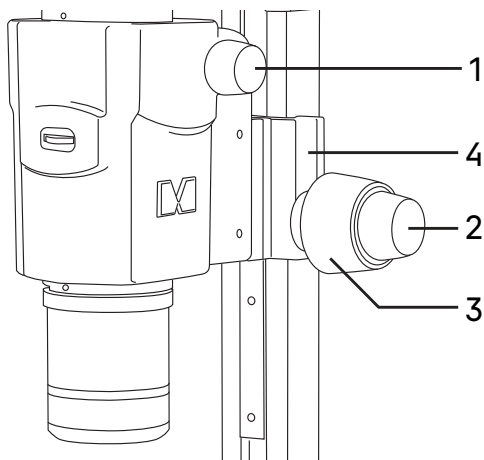

Рис. 8. Фокусировка на объект
- Ослабьте винт крепления (не изображен на рис. 8). Уберите пылезащитную заглушку из вертикального выхода 2.